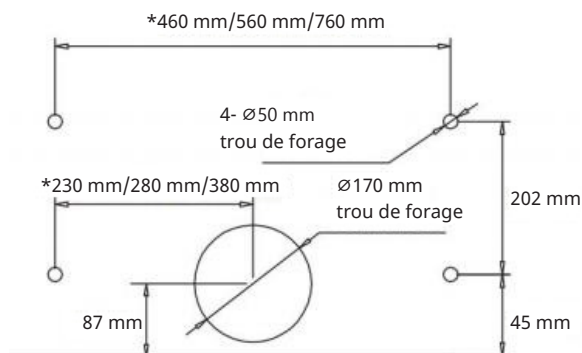

Figure 2
2. Percez 4 trous de $\varnothing 5$ mm et un trou de $\varnothing 170$ mm dans le fond du placard suspendu comme illustré sur les figures 2 et 3.